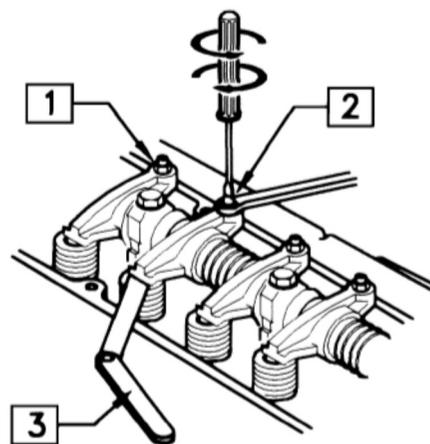

Fig. 7.2
### (3) Kontroller ventilspillerum (Fig. 7.2)
Med topdækslet fjernet løsnes vippearms møtrik (1) og medens justeringsskrue (2) drejes, justeres ventilspillerummet med et søgerblad (3) (fig.7.2).